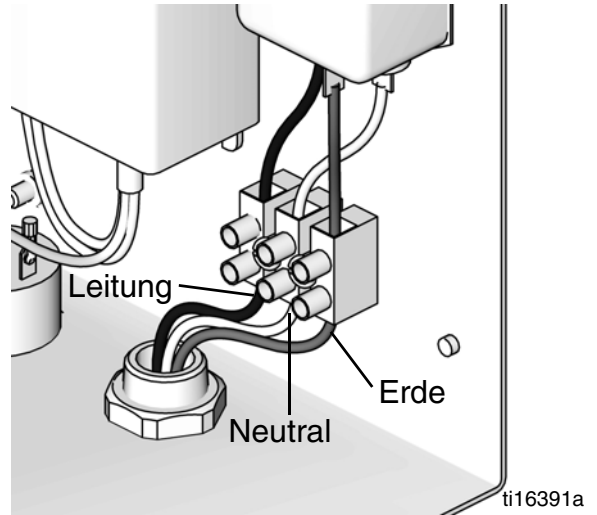

ABB. 6. Elektrischer Anschluss des Steuerkastens
2. Das Netzkabel an den Anschlussblock anschließen wie in ABB. 6 abgebildet.